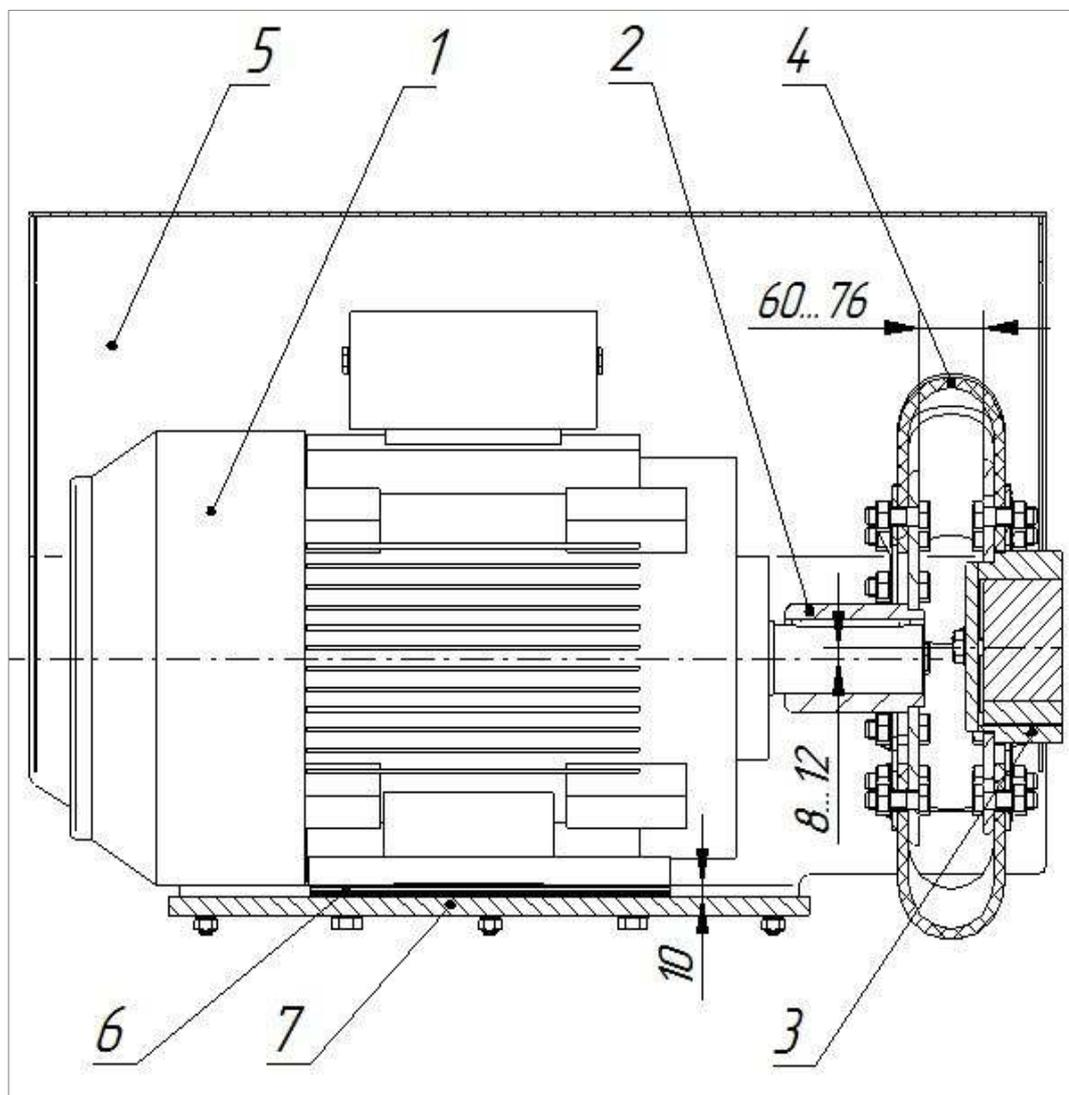

Рисунок 5. Установка электродвигателя
Привод состоит из электродвигателя 1, установленного на плите 2(рис.5). Соединение вала электродвигателя с валом вибратора через лепестковую муфту.
- на вал электродвигателя установить полумуфту, которая соединяется с полумуфтой виброузла при помощи резиновых поводков см. рисунок 5 ;